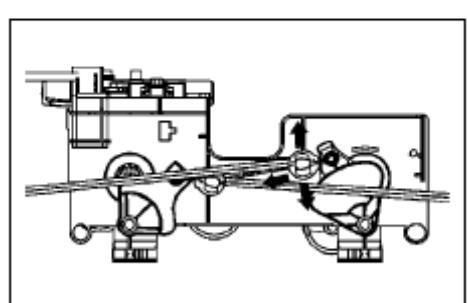

Рис. 434
- (3) Снимите фиксирующий зажим и снимите тягу регулировки вентиляции(рис. 434).**